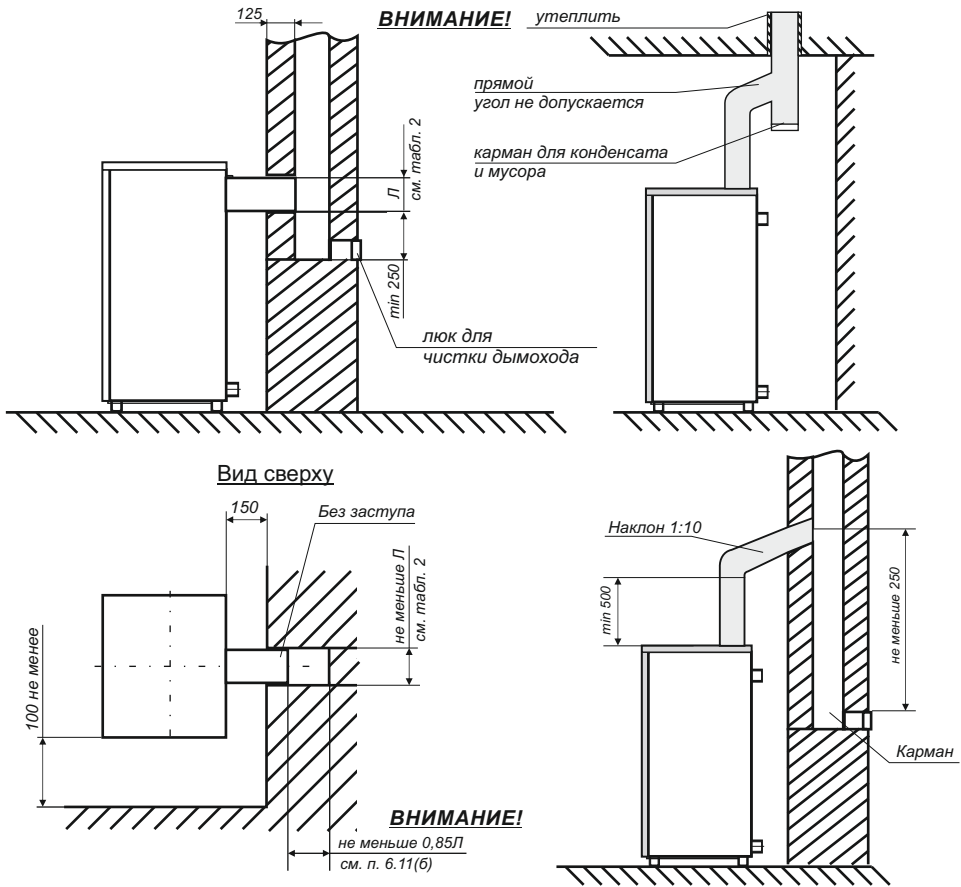

Рис. 5. Схема подключения котла к дымовому каналу и план установки котла
6.12. Дымоход (рис.5) должен быть выведен выше зоны ветрового подпора. Высота дымохода над крышей дома устанавливается в зависимости от расстояния его от конька по горизонтали и должна быть: